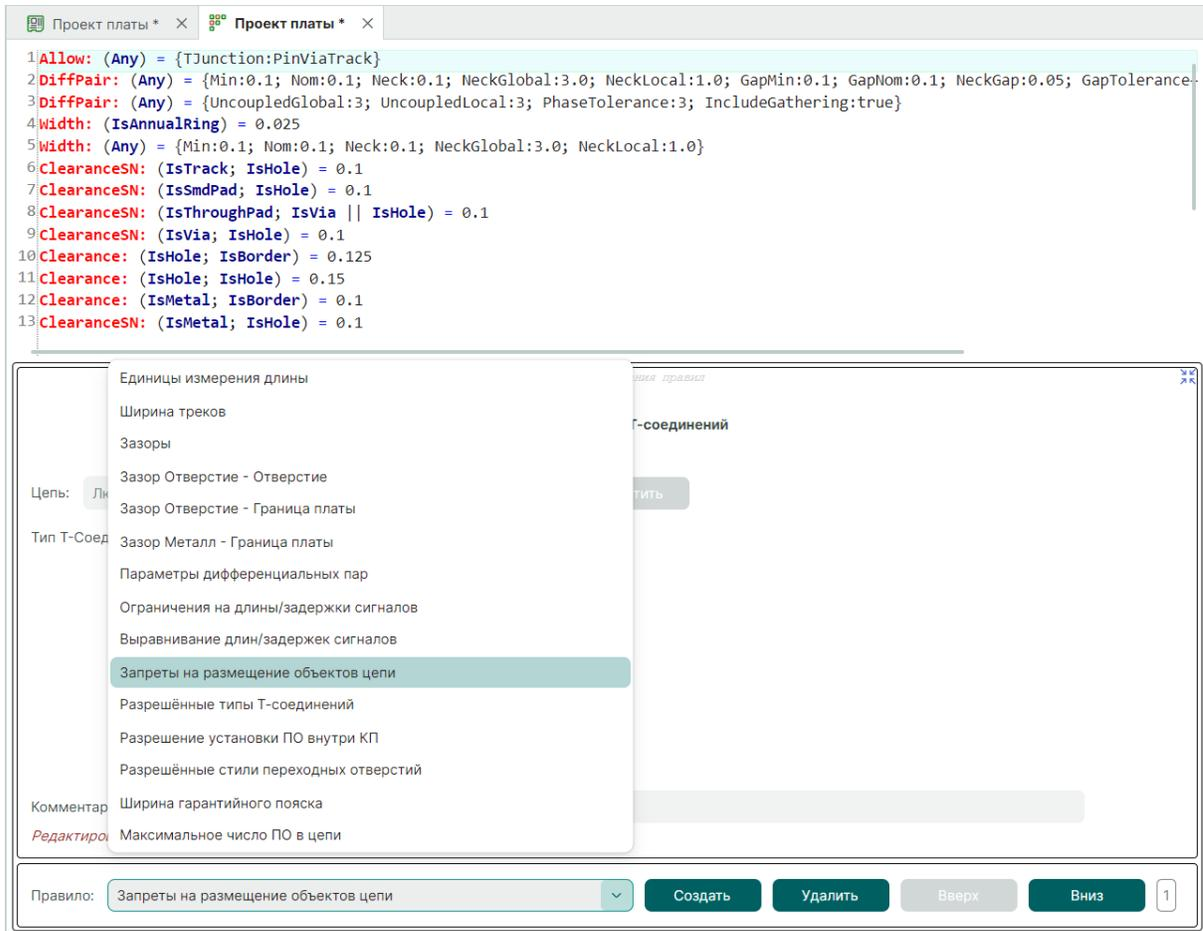

Рис. 191 Выбор типа ограничения
2. Из выпадающего меню «Правила» выберите тип ограничения – «Запреты на размещение объектов цепи» и нажмите кнопку «Создать», см. Рис. 191;